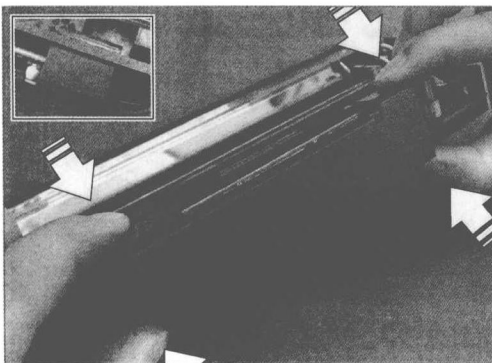

图 1-18 取下 CCD 图像传感电路保护盖
(16) CCD 图像传感器电路外有一个保护盖, 拆卸时, 需要分别捏住保护盖左右两侧的上下端, 如图 1-18 所示。